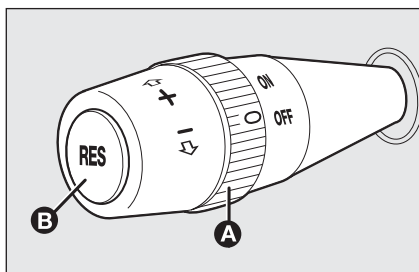

fig. 73
Ruotare la ghiera **A-fig. 73** in posizione **ON**.
- ☐ ruotare la ghiera **A-fig. 73** su **ON** e premendo il pedale dell'acceleratore portare la vettura alla velocità desiderata;
Ruotare la ghiera **A-fig. 73** su **OFF** o la chiave di avviamento in posizione **STOP**. Il dispositivo viene inoltre automaticamente disinserito in uno dei seguenti casi: